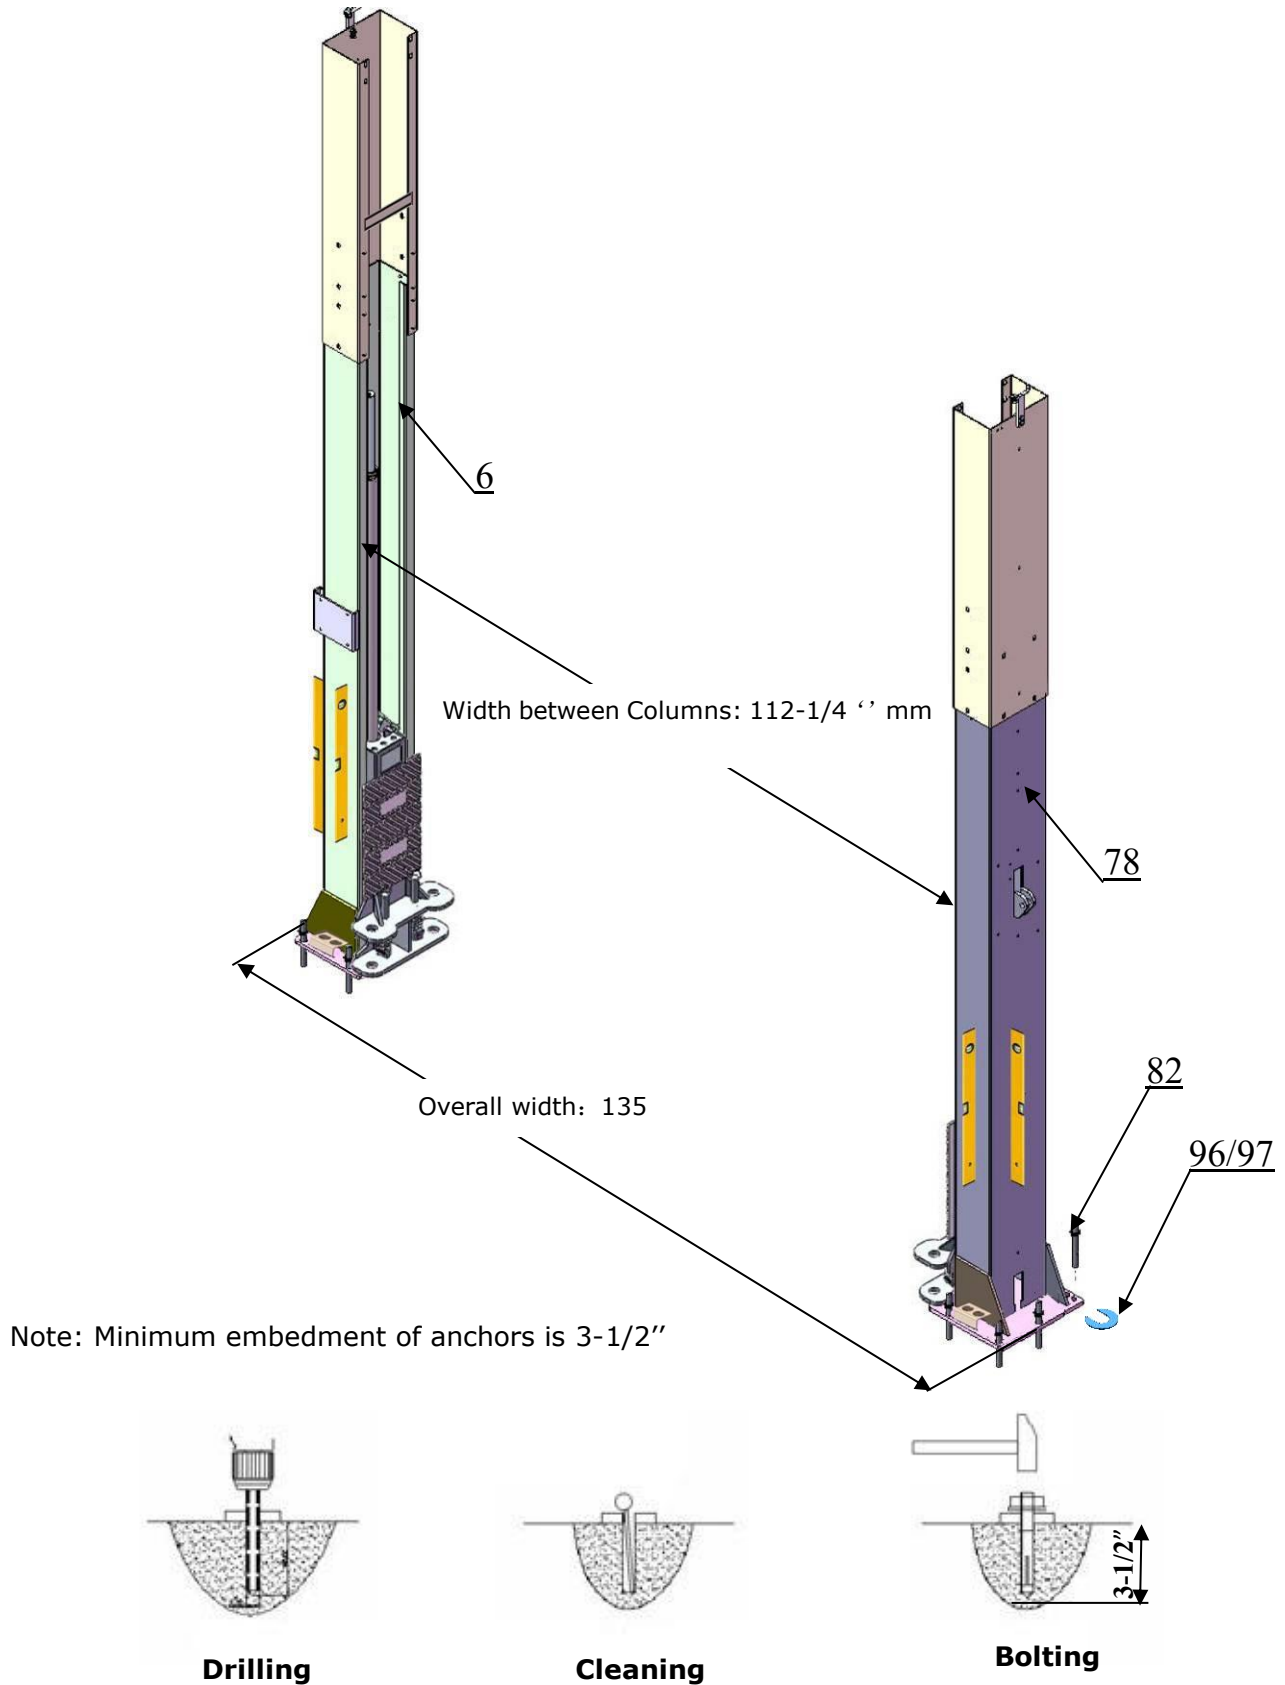

Fig. 17
F. Position columns (See Fig. 17)